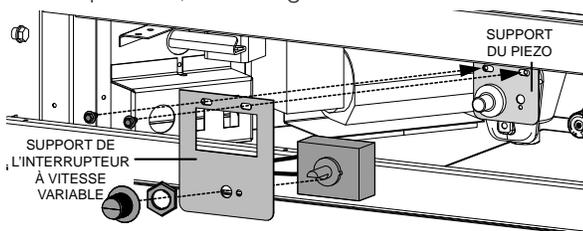

Fig. 3
H. Installez le support IVV puis fixer en place utilisant les deux vis précédement enlever, Figure 3. Pour installer L'IVV le support de l'interrupteur à vitesse variable doivent être installés, enlever les deux vis du support du piezo.
I. L'interrupteur à vitesse variable (IVV) doivent être démonté pour fixer aux support IVV pour l'installation. Placez L'IVV entre le support puis fixer utilisant le rondelle de blocage. Prenez le bouton de l'interrupteur et installez-le en position, voir la Figure 3.